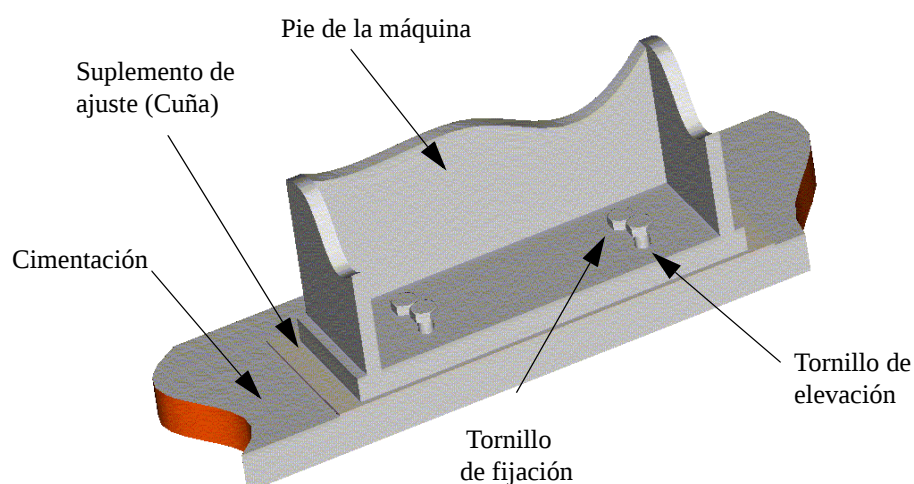

Figura 3-3 Posicionamiento vertical del pie de la máquina
Con el fin de facilitar la alineación y permitir el montaje de las cuñas, los tornillos de elevación se encajan en el pie de la máquina. Consulte la *Figura 3-3 Posicionamiento vertical del pie de la máquina*. La máquina se deja reposando en los tornillos de elevación. Observe que la máquina debe reposar en los cuatro pies o bases (tornillos) en un plano paralelo de 0,1 mm (4 mil.) o mejor. Si este no es el caso, el armazón de la máquina se girará o doblará, lo que puede ocasionar daños al cojinete o de otro tipo.
5. Gire los tornillos de elevación o utilice los gatos hidráulicos para alinear la máquina en posición vertical. Los tornillos de elevación están ajustados en los pies de la máquina horizontal para facilitar la alineación en el plano vertical. Consulte la *Figura 3-3 Posicionamiento vertical del pie de la máquina*. La precisión de la alineación de la máquina se ve afectada en ocasiones por la prolongación térmica de su bastidor. Consulte el *Capítulo 3.6.4 Corrección para el aumento térmico*.